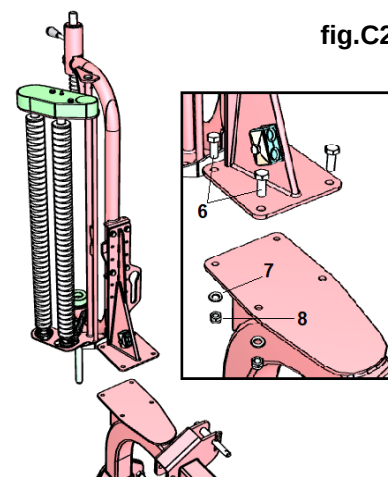

fig.C2
2. Fissaggio supporto porta film (fig.C2)
Fig.C2 - Applicare il supporto porta film sul telaio fisso e posizionarlo come mostrato in figura. Fissare il supporto con le rispettive viti (6 - M12x30), rondelle piane (7 - M12) e dadi autobloccanti (8 - M12), forniti a corredo.
2. Film holder support fixing (fig.C2)
Fig.C2 - Apply the film holder support on the fixed chassis and place it as shown in the figure. Fix the support with the respective screws (6 - M12x30), flat washers (7 - M12) and self-locking nuts (8 - M12), supplied with it.